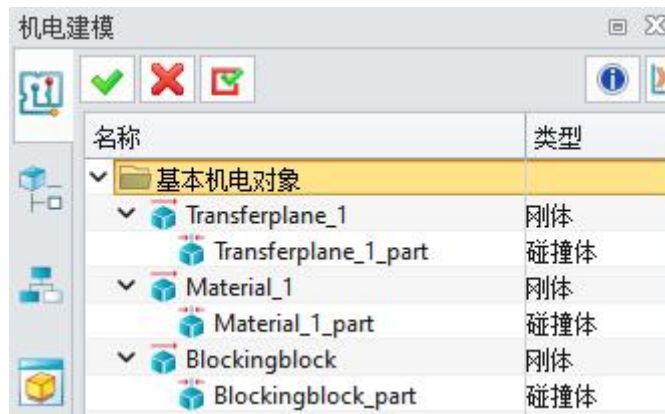

图 6-12: 基本机电对象框架
- 所有刚体和碰撞体应在“基本机电对象”下列出。(图 6-12)